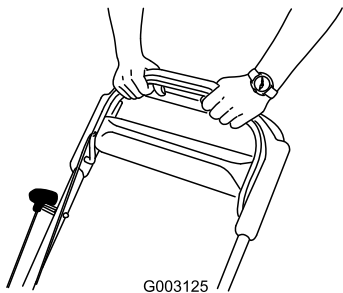

Figura 25
3. Sujete la barra de control de la cuchilla contra el manillar (Figura 25).